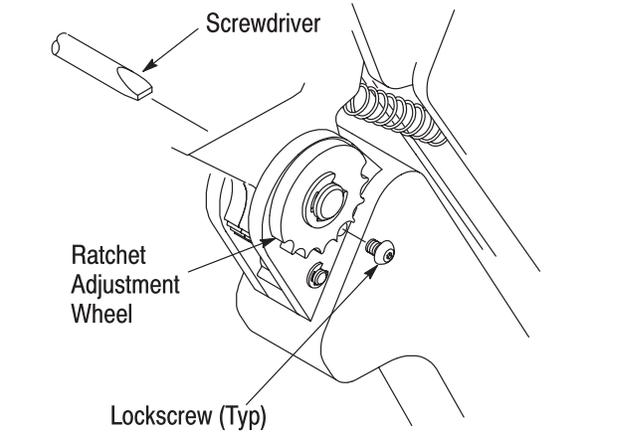

Figure 5
**7. CRIMP HEIGHT ADJUSTMENT** (Figure 5)